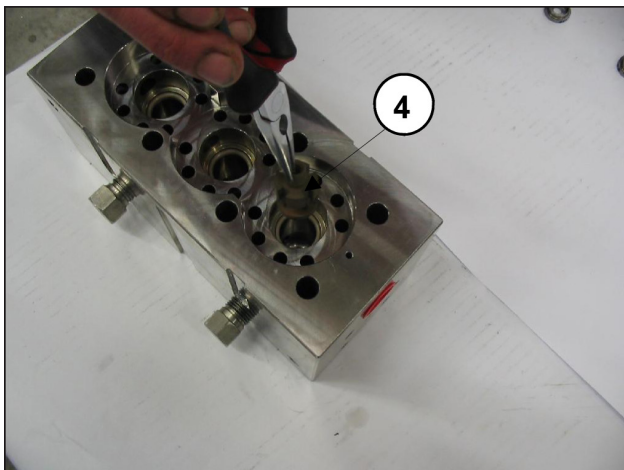
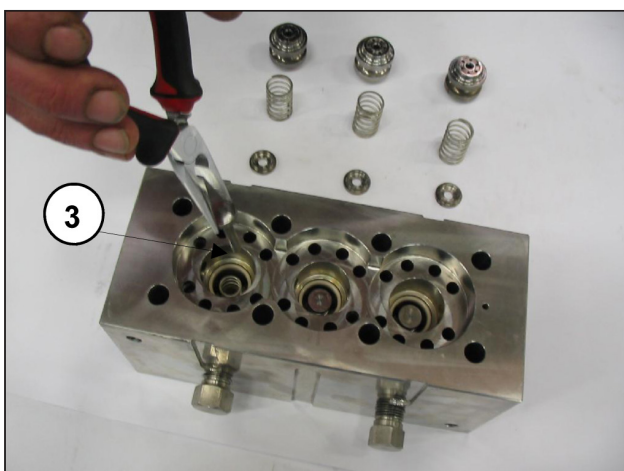

Fig. 26
Fig. 27
- Extraia as placas de fluxo ③ e as respectivas guias ④ com as relativas molas, conforme indicado nas Fig. 26 e Fig. 27, verifique o seu estado de desgaste e efetue, se necessário, eventuais substituições, e no entanto, nos intervalos indicados na tabela "MANUTENÇÃO PREVENTIVA", do capítulo 11 do *Manual de uso e manutenção*.